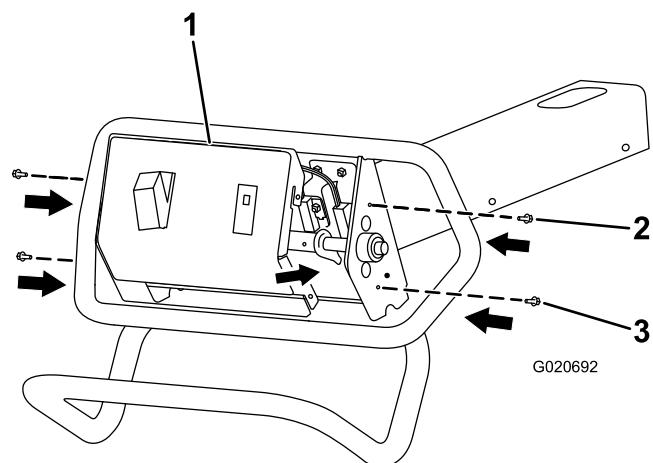

Figura 4
5. Allineate i fori della copertura con i fori del telaio (Figura 4).
6. Inserite il pannello nel telaio (Figura 4).
7. Assemblate il pannello sul telaio, senza serrare, utilizzando i 2 bulloni a testa esagonale (10-24 x 1/2 poll.) nei fori superiori (Figura 4).